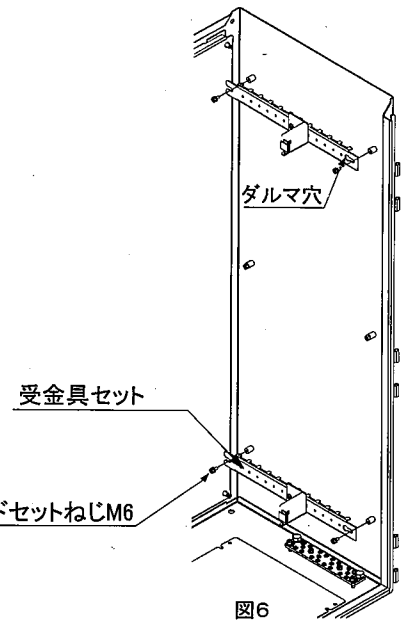

図6
6. キャビネット右側面の上側及び下側に付いているボススタッドセットねじ(M6)を取外し、受金具セット(2本)を取付けてください。(図6)